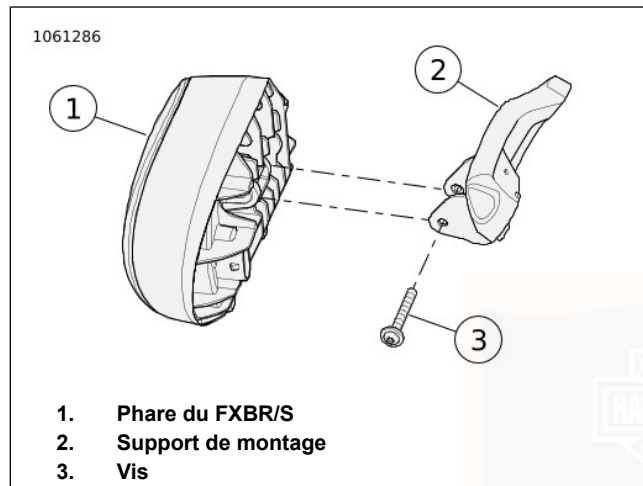
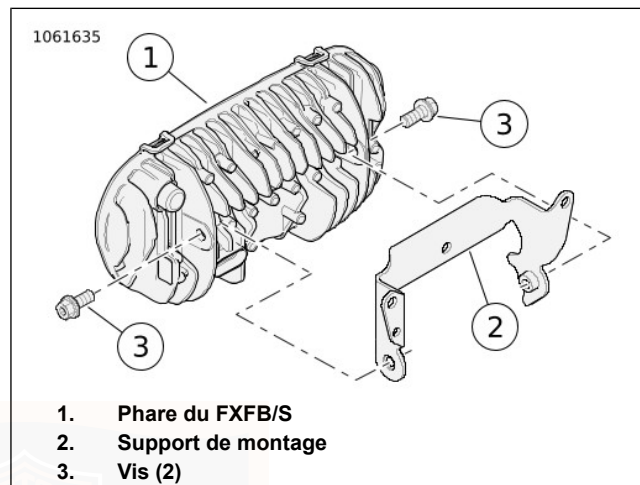

Figure 74. Réglage du phare
Figure 75. Réglage du phare
- Voir Figure 74 et Figure 75. Desserrer la vis de réglage vertical (3). Régler le phare verticalement jusqu'à ce que le faisceau soit centré sur la ligne horizontale.
2. Serrer la vis de réglage vertical (3) :